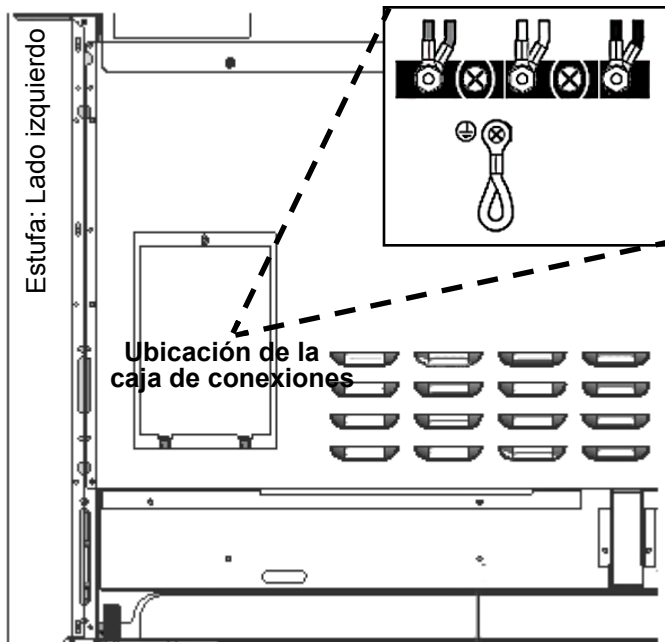
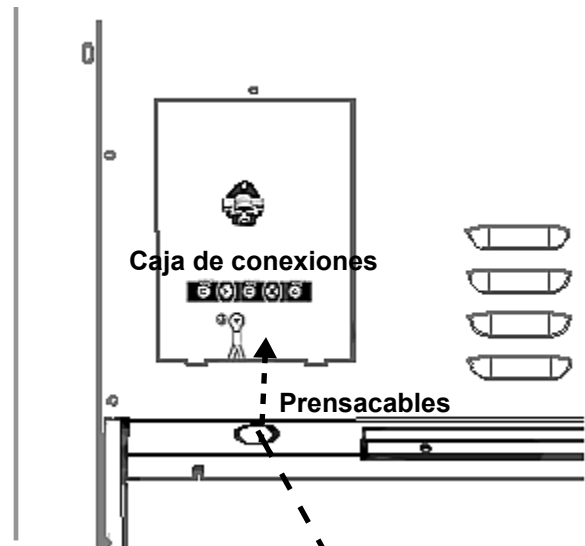

Figura 15: Ubicación de la caja de conexiones
Figura 16: Ubicación del prensacables
**CONEXIÓN PERMANENTE (CABLEADO DIRECTO)** — Se pueden conectar los aparatos directamente a la fuente de alimentación. El instalador debe suministrar un conducto flexible de aluminio aprobado, de un tamaño comercial de 3/4 pulg. (19 mm), de una longitud máxima de 6 pies (1,8 metro). Localice la caja de conexiones en la parte trasera del aparato y quite la cubierta (consulte la Figura 15). Se debe fijar el conducto a la caja de conexiones utilizando un conector de conducto aprobado. Se debe conectar la extremidad libre del conector de conducto a una caja de conexiones instalado en la zona de alimentación eléctrica, como se muestra en la Figura 3.
Instale un prensacables (no incluido) en el orificio de 1 pulg. (25,4 mm) de diámetro situado debajo de la caja de conexiones (vea la Figura 16). El cableado del aparato debe llegar hasta la caja de conexiones mediante el conducto, pasando a través del prensacables. Las extremidades de los cables deben tener fijadas lengüetas cerradas de 1/4 pulg., preferentemente soldadas en su lugar. Realice las conexiones a la caja de conexiones incluida (vea la Figura 15).
2. Instale el prensacables (no incluido con la estufa) en el orificio de 1 pulg. (6 mm) de diámetro situado en el panel trasero, debajo de la caja de conexiones (vea la *Figura 16*). Pase los cables por el prensacables.